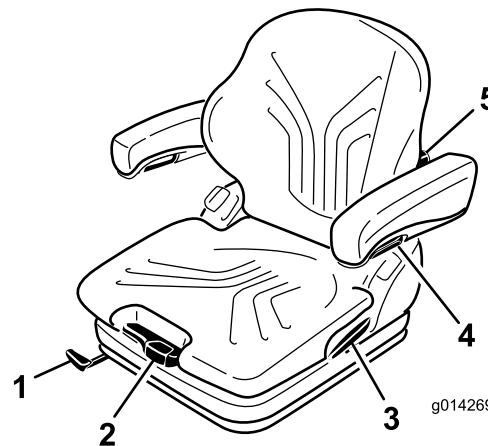

Рисунок 22
Регулировка сиденья по массе тела оператора осуществляется вытягиванием или нажиманием рычага регулировки по массе тела (Рисунок 22).
1. Для регулировки поднимите рычаг, чтобы разблокировать сиденье (Рисунок 22).
Поворачивая головку регулировки вверх, можно изменять изгиб подушки верхней части спинки. Поворачивая головку регулировки вниз, можно изменять изгиб подушки нижней части спинки (Рисунок 22).
Для регулировки высоты подлокотников откините от крышки круглый колпачок (Рисунок 22), отпустите
Для регулировки угла подлокотника поворачивайте головку регулировки (Рисунок 22).
Поднимите вверх блокировочный рычаг для высвобождения фиксатора спинки (Рисунок 22). При высвобождении фиксатора спинки не нажимайте на нее.